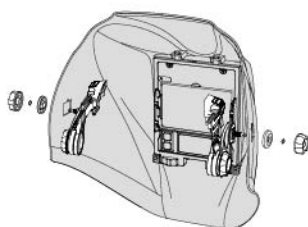

fig.14
- Coloque cada adaptador en los puntos de montaje de la calota del casco y enrosque el pomo de conexión principal hasta que quede bien sujeto (véase la fig. 14).